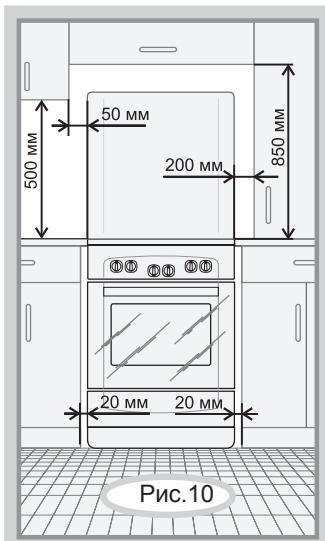

Рис.10
- Минимальные расстояния, которые необходимо выдержать при установке плиты, показаны на рис. 10. Задняя стенка варочной панели плиты должна отстоять от поверхности стены не менее чем на 50 мм.